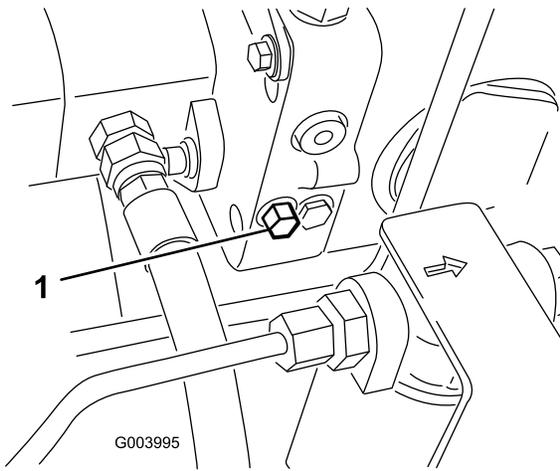

Figura 44
1. La válvula de desvío está situada en el lado izquierdo del hidrostato (Figura 44). Gire el perno una vuelta y media para abrirla y dejar pasar el aceite internamente. Puesto que el aceite se desvía, la máquina puede ser movida lentamente sin dañar la transmisión.